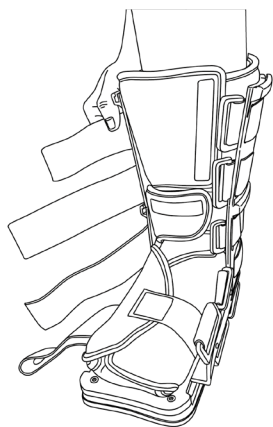

Abb. 15
6. Stecken Sie den Fuß in den Walker und überprüfen Sie, dass die Größe stimmt. Ihre Ferse sollte bis zum hinteren Teil des Walkers reichen (Abb. 15). Wenn das nicht der Fall ist, stellen Sie die Größe gemäß der Anleitung der Größenanpassung ein.